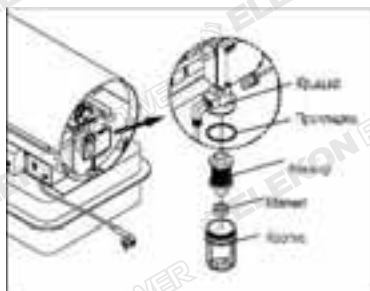

Рис. 15. Топливный фильтр насоса.
- Извлеките магнит, чистящий элемент и резиновую прокладку (см. рис.15).